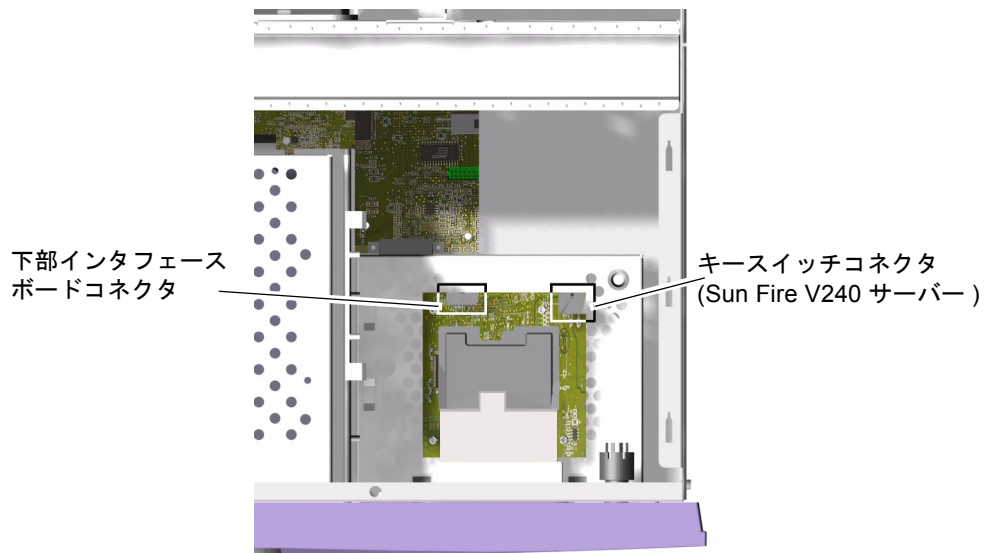

図 1-10 システム構成カードリーダーのコネクタの位置
5. 構成カードリーダーから下部インタフェースボードに接続されているケーブルを外します (図 1-10)。
6. (Sun Fire V240 サーバー) キースイッチ部品の配線ハーネスを外します (図 1-10)。